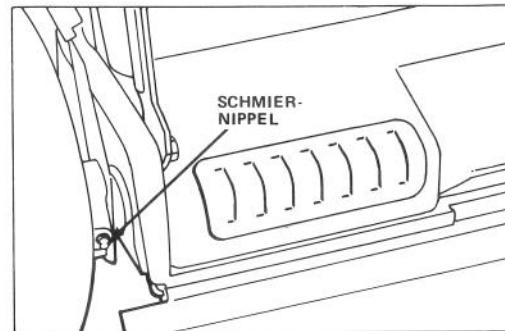

Bild 25
2. Hebel der Schnitthöheneinstellung am Hinterrad auf Stufe "C" stellen. Schmiernippel mit sauberem Tuch abwischen (Bild 25). Fettresse ansetzen und vorsichtig 2 oder 3 Hub Mehrzweckfett auf Lithiumbasis einpressen.